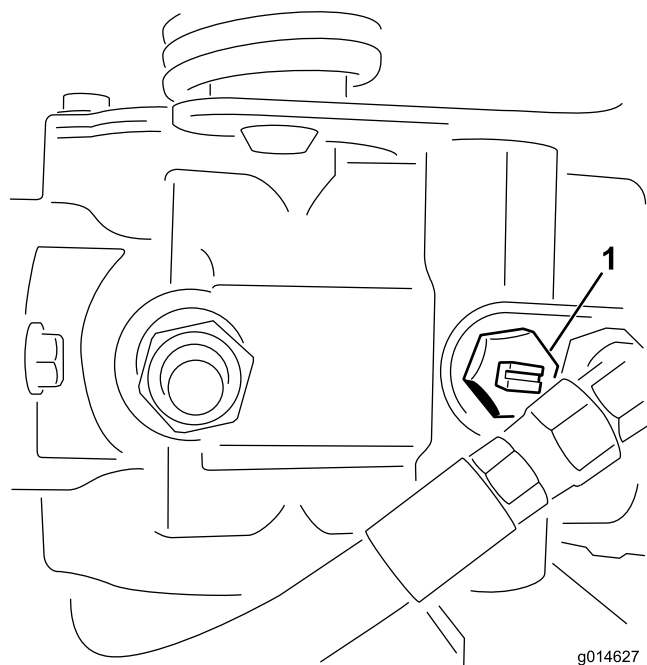

Figura 41
- Localice la válvula de desvío en la bomba y gírela hasta que la ranura esté en posición vertical (Figura 41).
2. Antes de arrancar el motor, cierre la válvula de desvío girándola hasta que la ranura esté horizontal (Figura 41). No arranque el motor con la válvula abierta.